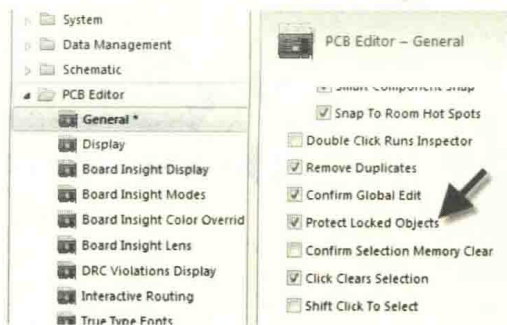

图 9-115 菊花链中的节点
(1) 执行菜单命令“DXP-Preferences-PCB Editor-General”，勾选“Protect Locked Objects”选项，如图 9-115 所示。